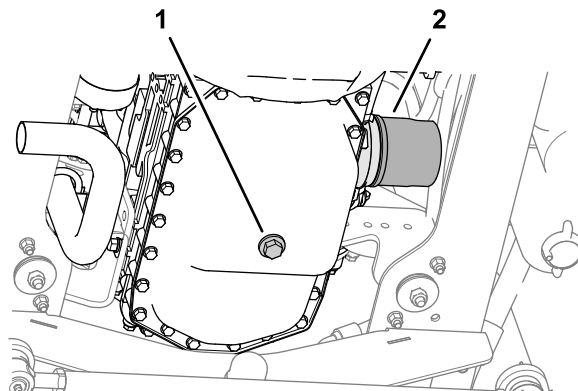

Figura 56
1. Togliete il tappo di spurgo e lasciate defluire l'olio in una bacinella (Figura 56).